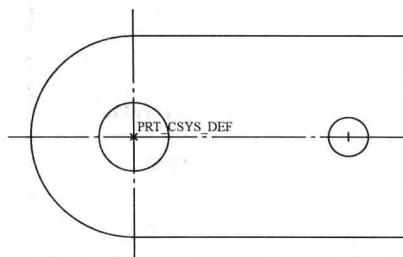

图 1-19 绘制两个圆
5) 单击草绘工具栏中的按钮 ，绘制两个圆，如图 1-19 所示。